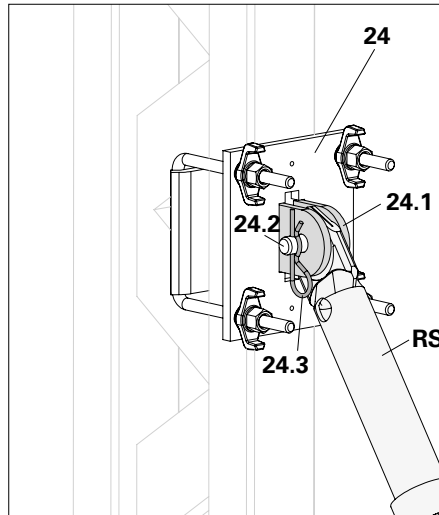

Fig. A6.05
- Installer la fixation rapide sur poutrelle (24) dans le support de platelage : connecter l'étau tirant-poussant (RS) aux cosses de connexion (24.1) à l'aide des boulons (24.2) et goupilles de sécurité (24.3). (Fig. A6.05)